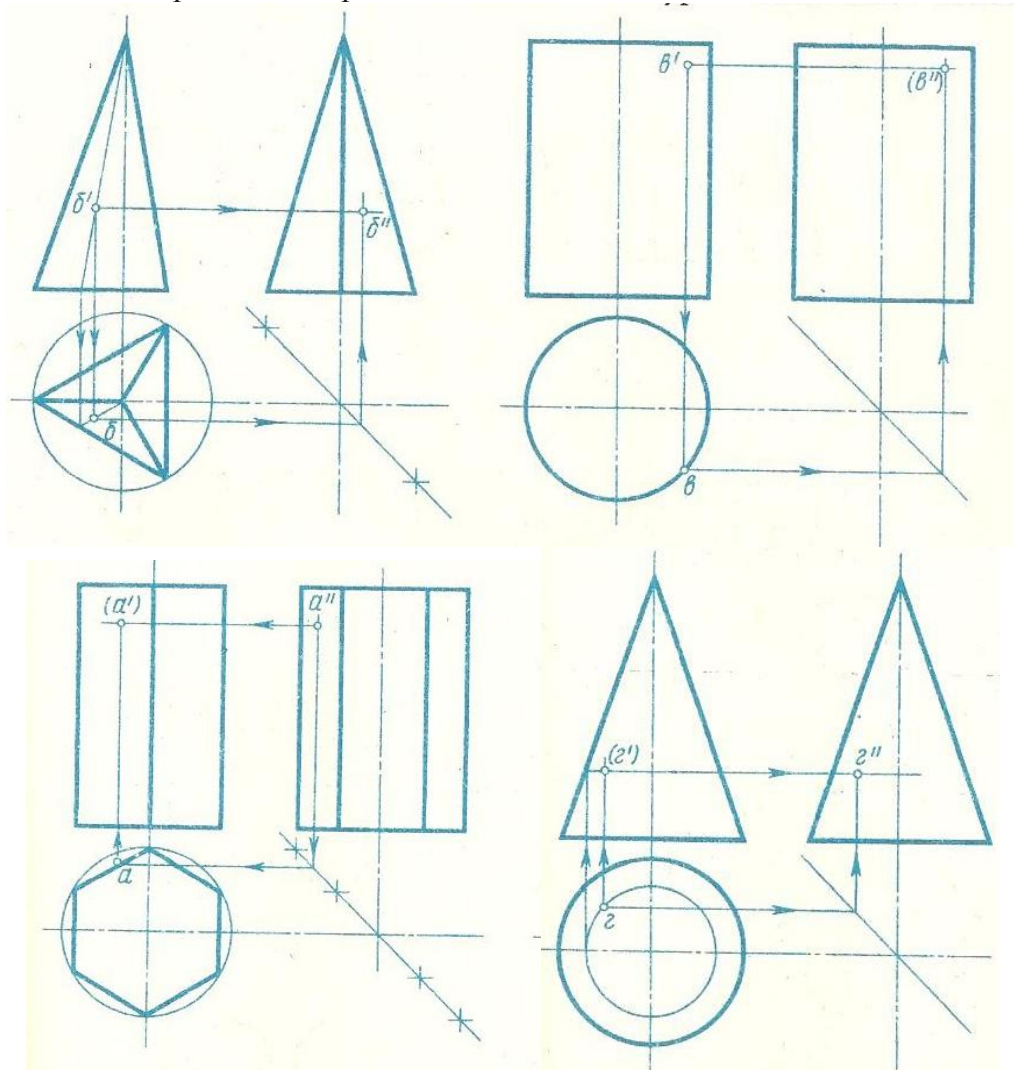

Рисунок 31- Образец выполнения работы
2. На формате А4 выполнить аксонометрию группы тел согласно варианту, рис.31.
2. Выполнить комплексные чертежи четырех тел согласно варианту, найти проекции точек, рис.31.